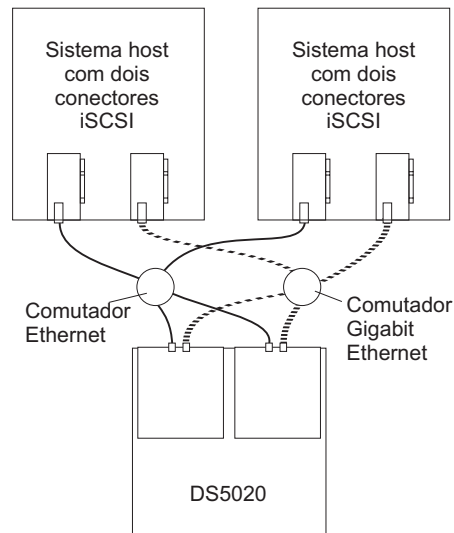

Figura 62. Exemplo de uma configuração de múltiplos hosts com múltiplas portas
- Configuração de múltiplos hosts com múltiplas portas, como mostrada na Figura 62 na página 95
A Figura 62 na página 95 mostra uma configuração de múltiplos hosts com múltiplas portas. Para configurações de cluster, a ilustração a seguir é um exemplo de uma configuração de múltiplos hosts com múltiplas portas e caminho e controlador redundantes. Você pode substituir os dois comutadores Gigabit Ethernet na ilustração por um comutador Gigabit Ethernet que possua a quantidade de portas necessárias. A VLAN (Virtual Local Area Network) também pode ser usada para isolar as duas redes iSCSI, em vez de um único comutador.